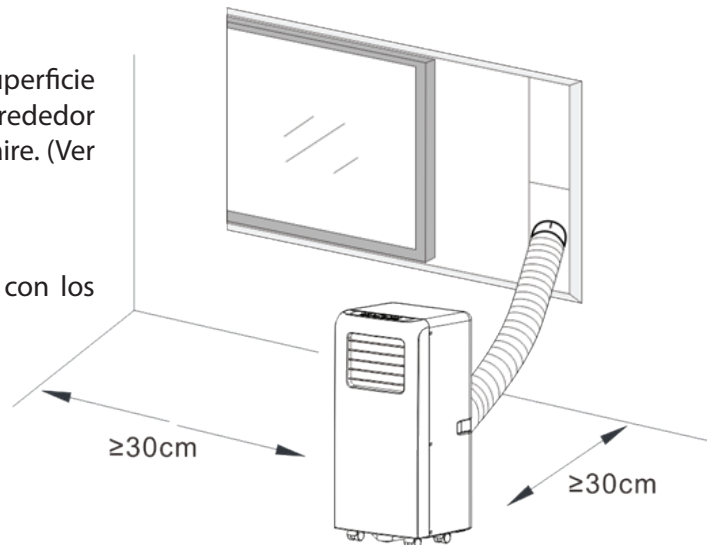

Fig.3
-El aire acondicionado debe instalarse en una superficie plana y resistente que esté libre al menos 30 cm alrededor de la unidad para que nada bloquee la salida del aire. (Ver Fig.3)